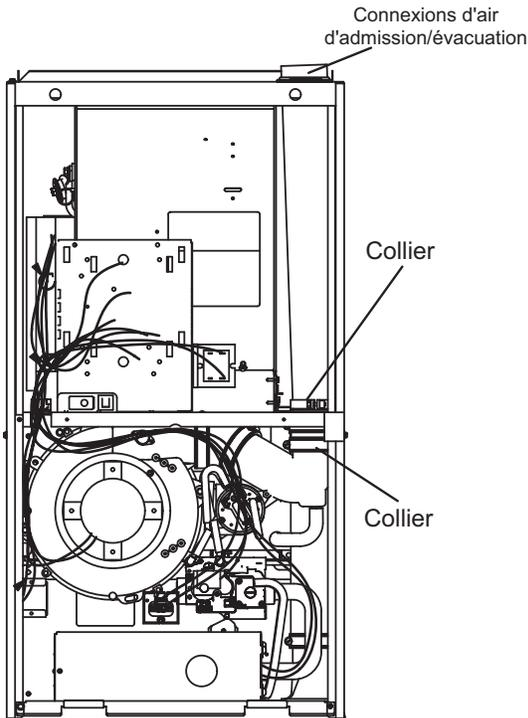

FIGURE 19
Le EL297DFV est livré avec un raccord d'évacuation/d'admission d'air au niveau du capuchon supérieur. Voir « FIGURE 19 ». À l'aide des pièces fournies, l'appareil peut être modifié sur place pour que ces connexions soient situées sur le côté droit de l'enceinte. Voir « FIGURE 22 » et suivre les étapes ci-dessous. Pour l'évacuation du côté gauche, commander l'ensemble 87W73.
- 2 - Desserrer les colliers de serrage qui fixent les raccords en caoutchouc aux tuyaux en PVC blanc à l'intérieur de la zone du vestibule. Voir « FIGURE 19 ».
- 3 - Desserrer le collier qui fixe les tuyaux au support du ventilateur. Voir « FIGURE 19 ».